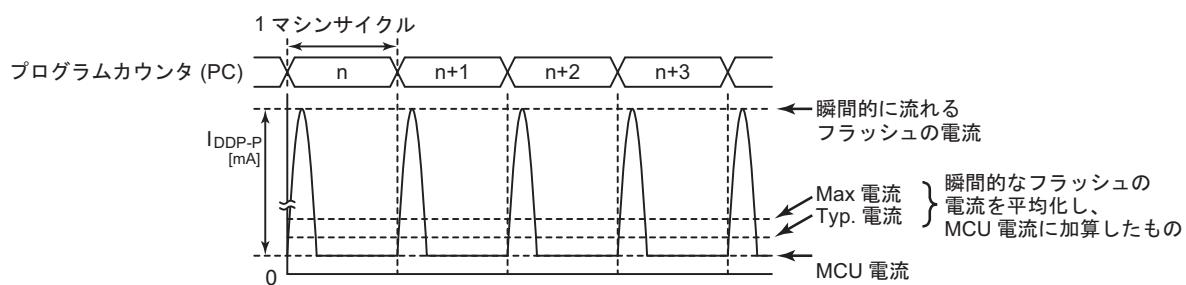

図 25-4 フラッシュメモリの間欠動作
- 注7) フラッシュメモリでプログラムが動作しているとき、またはフラッシュメモリからデータをリードしているとき、フラッシュメモリは間欠動作を行いますので、瞬間に図 25-4 のようなピーク電流が流れます。よってこの場合の電源電流 I_{DD} (NORMAL1/2, SLOW1 モード時)は、ピーク電流を平均化した電流値と MCU 電流の和となります。